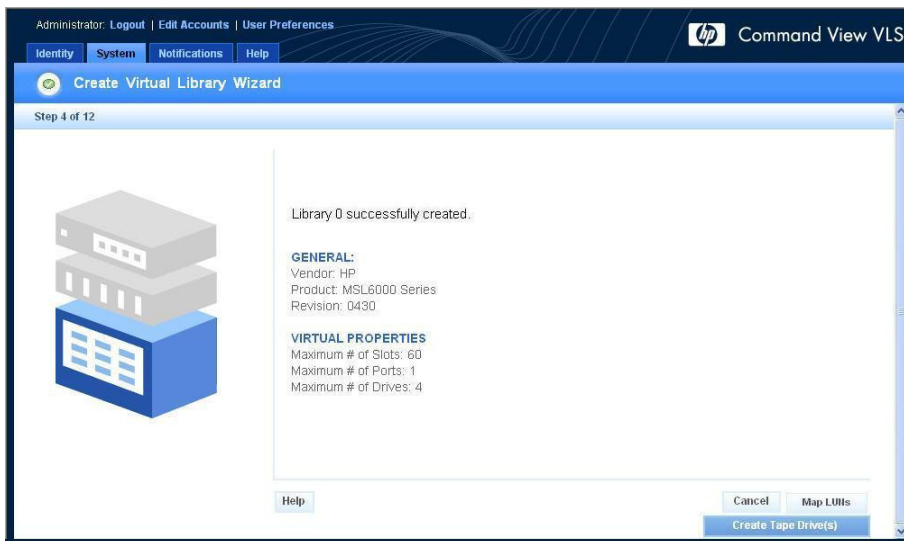

図 48. [Create Virtual Library Wizard]ウィンドウ (4/12)
サマリー ウィンドウが表示され、作成したライブラリ エミュレーションに関する詳細情報が表示されます (図 48)。
1. [Create Library Wizard]ウィンドウ (図 48) がすでに表示されている場合、[Create Tape Drive(s)]ボタンをクリックします。